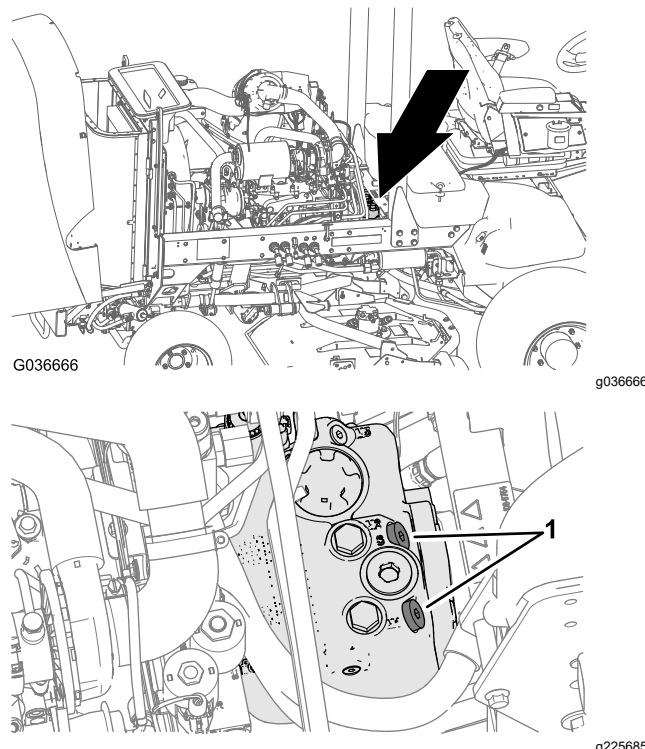

Figura 36
1. Aprite il cofano e individuate le valvole di bypass (Figura 36) sopra alla pompa, dietro alla cassetta della batteria/al vano portaoggetti.